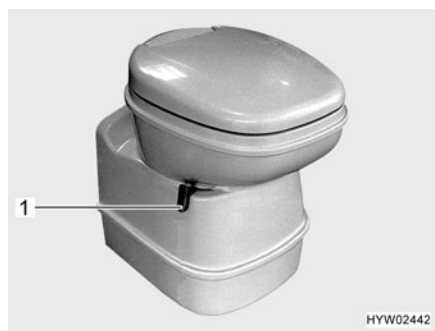

Fig. 147 Cuvette Thetford, orientable
- Avant d'actionner la chasse d'eau, ouvrir le curseur des toilettes Thetford. Pousser pour cela le levier du curseur (Fig. 147,1) dans le sens inverse des aiguilles d'une montre.
- Tourner le levier du curseur (Fig. 147,1) dans le sens des aiguilles d'une montre. Le curseur se ferme. Pour la vidange il **faudrait** que le curseur des toilettes Thetford soit fermé.